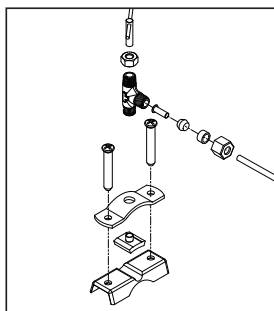

FIGURA 3
- Ensamblar el grifo válvula con estribo (saddle valve) suministrado en el conjunto de instalación de la Wave (figura 3).